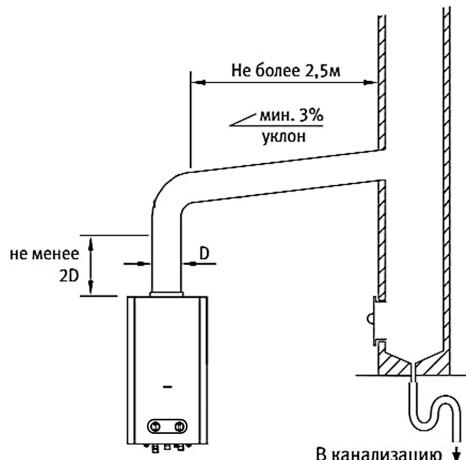

Рис.9
- При работе водонагревателя с мощностью менее номинальной возможны выпадения конденсата внутри дымохода. Поэтому рекомендуется подключать водонагреватель к дымоходу,циальному из влагостойкого материала, способного без вредных последствий выдерживать воздействие образующегося конденсата. Желательно также предусмотреть слив образующегося конденсата из нижней части дымовой трубы в канализацию. (см. рис.9);
- Длина присоединительного участка должна по возможности быть как можно более короткой, с горизонтальным участком не более 2,5 м (см. рис.9);
- На выходе из водонагревателя присоединительный участок перед поворотом должен иметь вертикальный отрезок длиной не менее двух диаметров патрубка подключения дымохода (см. рис.9);
- После вертикального отрезка трубы присоединительного участка должна иметь постоянный восходящий уклон не менее 3% в сторону водонагревателя (см. рис.9);